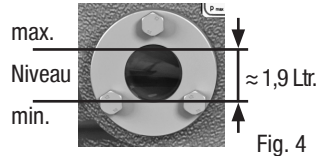

Fig. 4
**ATTENTION** Le niveau d'huile correct est indiqué dans la fig 4.